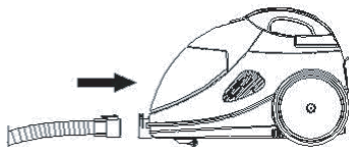

Рис. 4
1. Вставьте гибкий шланг в рабочее отверстие пылесоса (Рис. 4).